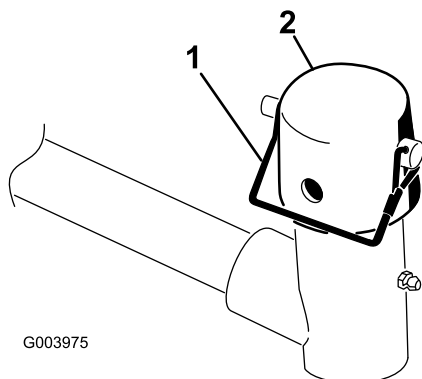

Bild 9
7. Nehmen Sie den Einraststift und die Kappe vom Gelenkjoch des Hubarms ab (**Bild 9**).
Hinweis: Verwenden Sie den Schlitz, wenn Sie die Schneideinheit lenken möchten, oder das Loch, wenn Sie die Schneideinheit arretieren möchten (**Bild 9**).